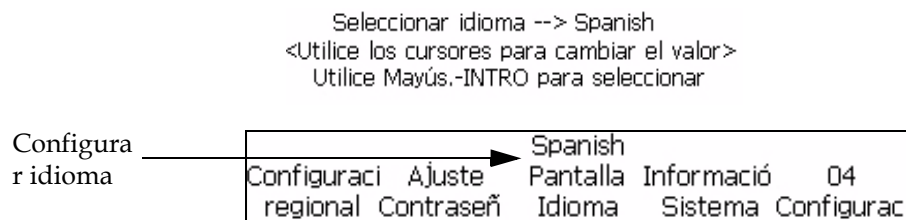

Figura 4-7: Configurar idioma de la pantalla
- 1 Comience en el marco (01 Editar > 02 Editar > 03 Editar > 04 Editar - Configuración del sistema > 01 Sistema > 02 Sistema > 03 Sistema > 04 Sistema). Consulte la Figura 4-7.